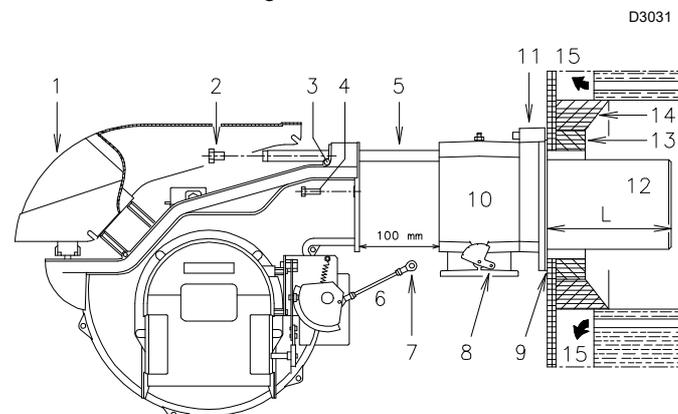

Fig. 10
Pour les chaudières avec la partie avant refroidie par eau, le revêtement réfractaire (13)-(14)(Fig. 10) n'est pas nécessaire, sauf demande expresse du fabricant de la chaudière.
- Séparer la tête de combustion du reste du brûleur (Fig. 10) :
Une fois cette opération effectuée, fixer la bride 9)(Fig. 10 à la page 16) à la plaque de la chaudière en intercalant l'écran isolant 7)(Fig. 10 à la page 16) fourni. Utiliser aussi les 4 vis fournies après en avoir protégé le filetage avec des produits anti-grip-page.